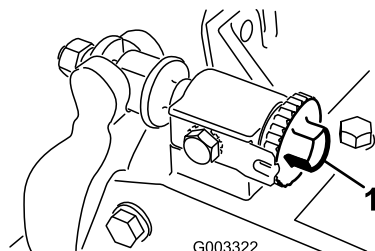

Figura 12
2. Gire los tornillos de ajuste de la barra de asiento en sentido antihorario para asegurarse de que la barra no está en contacto con el molinete (Figura 12).